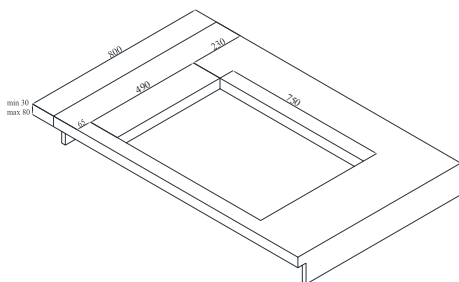

Abb. 6
2. Die Oberfläche, an dem das Gerät montiert werden soll, muss nach der Maßzeichnung vorbereitet sein (Abb. 6).
Beachten Sie die Informationen bei der Vorbereitung der Arbeitsplatte (Abb. 6).